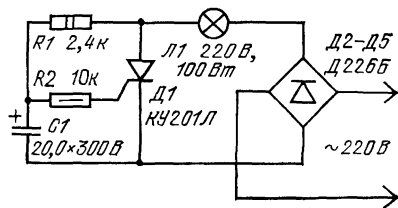

Рис. 96
**Прерыватель тока прожектора.** В тех случаях, когда необходимо включать и выключать лампу с определенной периодичностью, можно применить простейший тринисторный прерыватель тока, собранный по схеме на рис. 96.